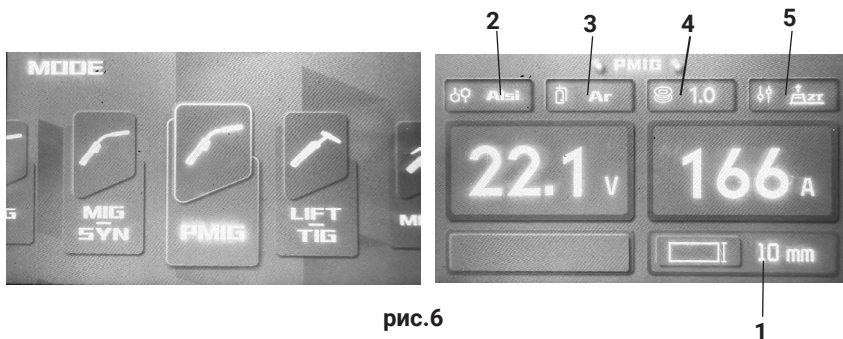

рис.6
\* В нижней части дисплея указывается толщина свариваемого материала (рис.6 поз.1)
**Alsi** - сварка алюминиевых сплавов (алюминий/селен) или **Almg** (алюминий/магний) (рис.6 поз.2);
**Ar** - использование в качестве защитного газа аргона (рис.6 поз.3);
**1.0 \_ 1.2** - диаметр проволоки (рис.6 поз.4);